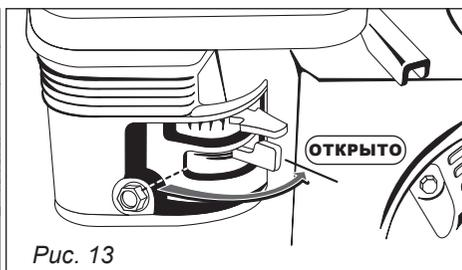

Рис. 13
3. Переведите выключатель в положение «ON» (включено) (рис. 13).